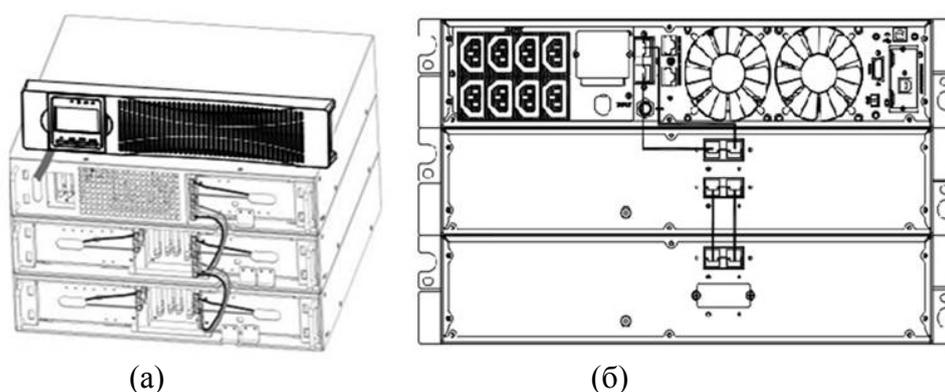

Рис. 3 Пример соединения ИБП и ДВББ.
3.3 Вставьте кабель ДВББ в батарейный разъем ИБП, как показано на Рис.3.